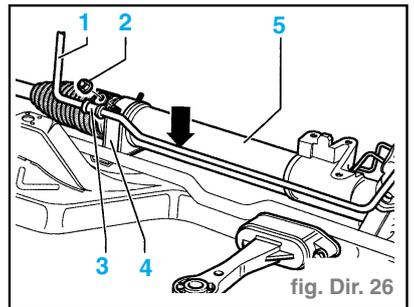

fig. Dir. 26
- Fixer la conduite de retour (1) avec le collier de maintien (3) et l'écrou hexagonal (2) sur le collier et au moyen de l'insert en caoutchouc (4) (fig. Dir. 26).